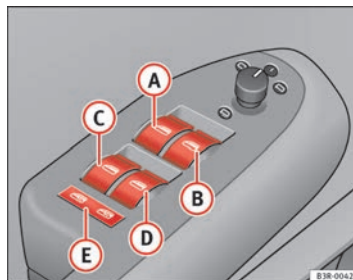

Fig. 80 Dettaglio della porta del conducente: Comandi
- A** Interruttore ⇒ fig. 80 per il finestrino della porta del conducente
Con l'interruttore di sicurezza ➔ pag. 114, fig. 80  si possono disattivare gli interruttori delle porte posteriori. Così si possono azionare i finestrini dai sedili posteriori soltanto se l'interruttore è premuto.